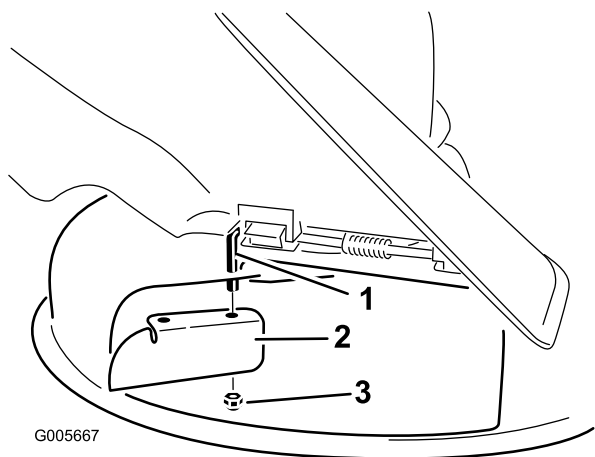

Figura 23
7. Instale la placa deflectora en la varilla de pivote (Figura 23).
- Retire la placa deflectora de la carcasa de corte (Figura 23).